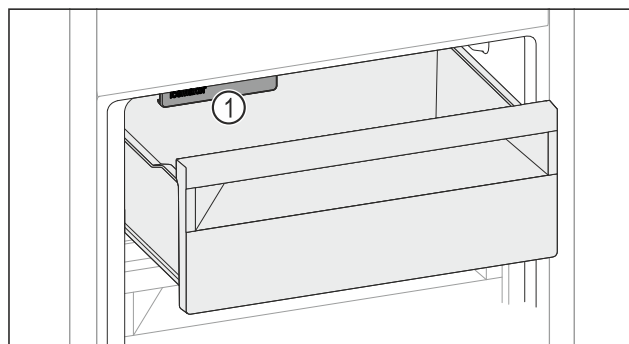

Fig. 133
- ▶ Vložte potraviny do zásuvky. Ak potraviny vložíte na ľavú stranu zásuvky: ▶ Prihliadajte na IceMaker Fig. 133 (1).